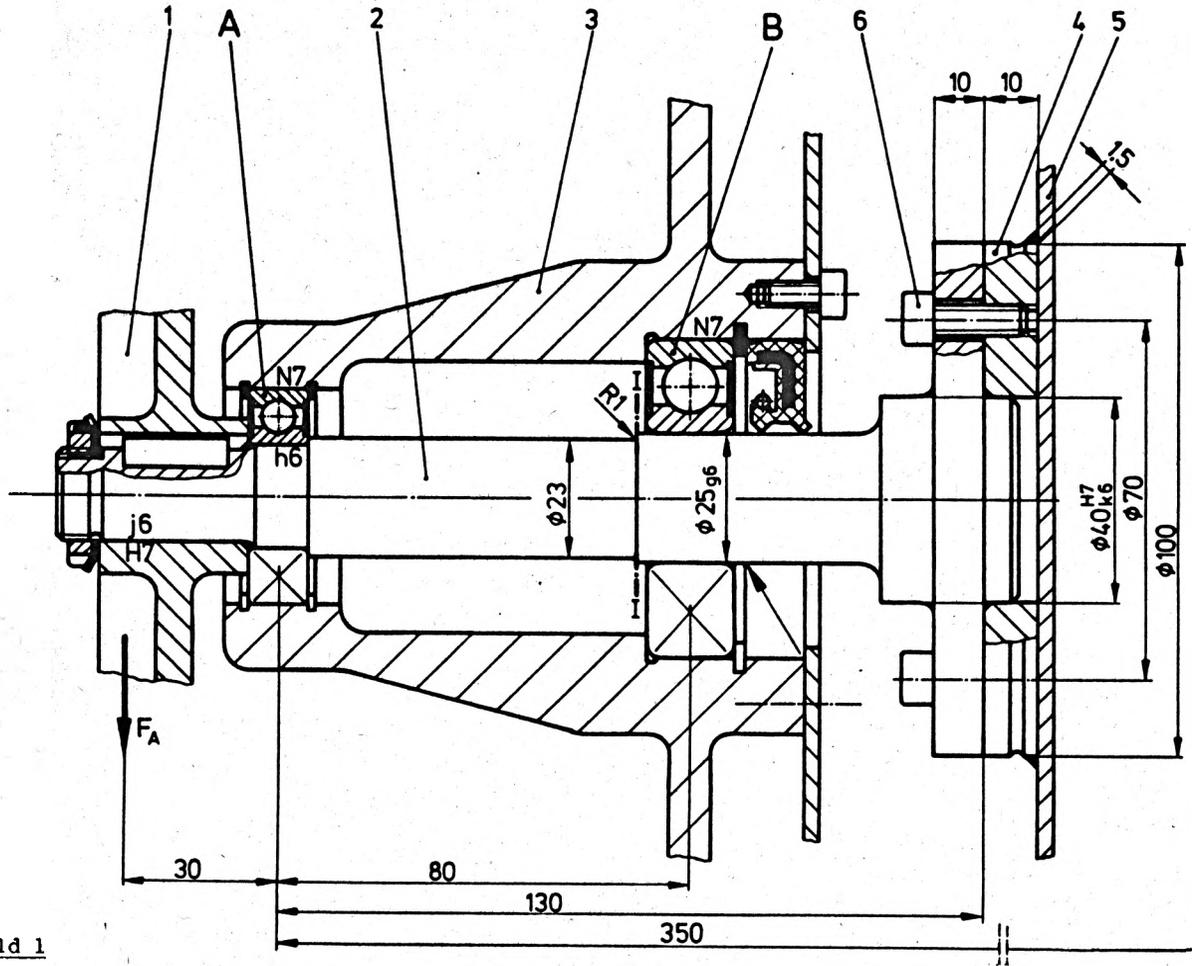

Bild 1
Die in Bild 1 dargestellte Lagerung einer Haushalts-Waschmaschine ist für den Waschvorgang nachzurechnen!
Das Bild 1 befindet sich am Ende der Unterlagen; das Blatt darf zur Bearbeitung der Aufgaben abgetrennt werden, muß aber mit den Unterlagen abgegeben werden!
1.1 Stellen Sie den Verlauf der Wellenbelastung durch das Biegemoment über dem Drehwinkel einer Wellenumdrehung für die Stelle der höchsten Beanspruchung im gefährdeten Querschnitt I-I (vgl. Bild 1) in dem unten vorbereiteten Diagramm (Bild 2) qualitativ dar!